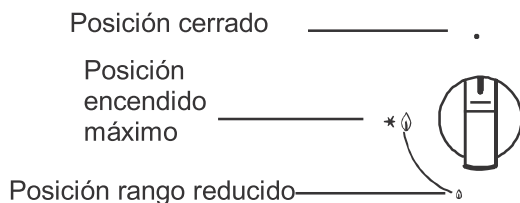

Fig 8
1. Para encender la placa de cocción, presione el botón de control correspondiente y gire en sentido antihorario hasta el símbolo de la llama grande (fig. 8).